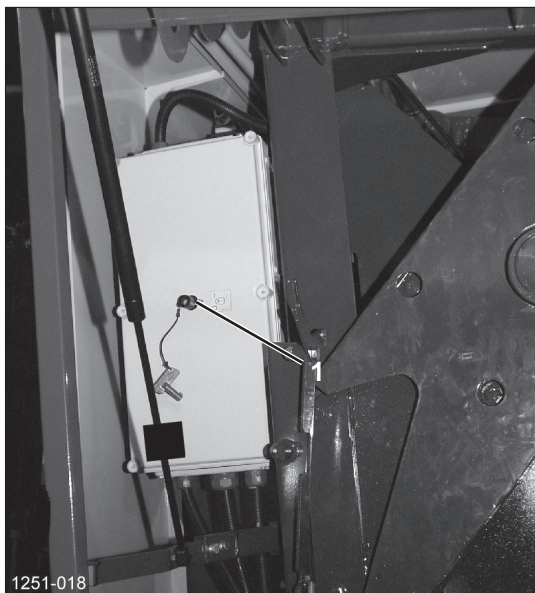

Рисунок 42
- Включите подачу управляющего напряжения на распределительной коробке (Рисунок 42): вставьте ключ в выключатель [1] и переведите его в положение "I".